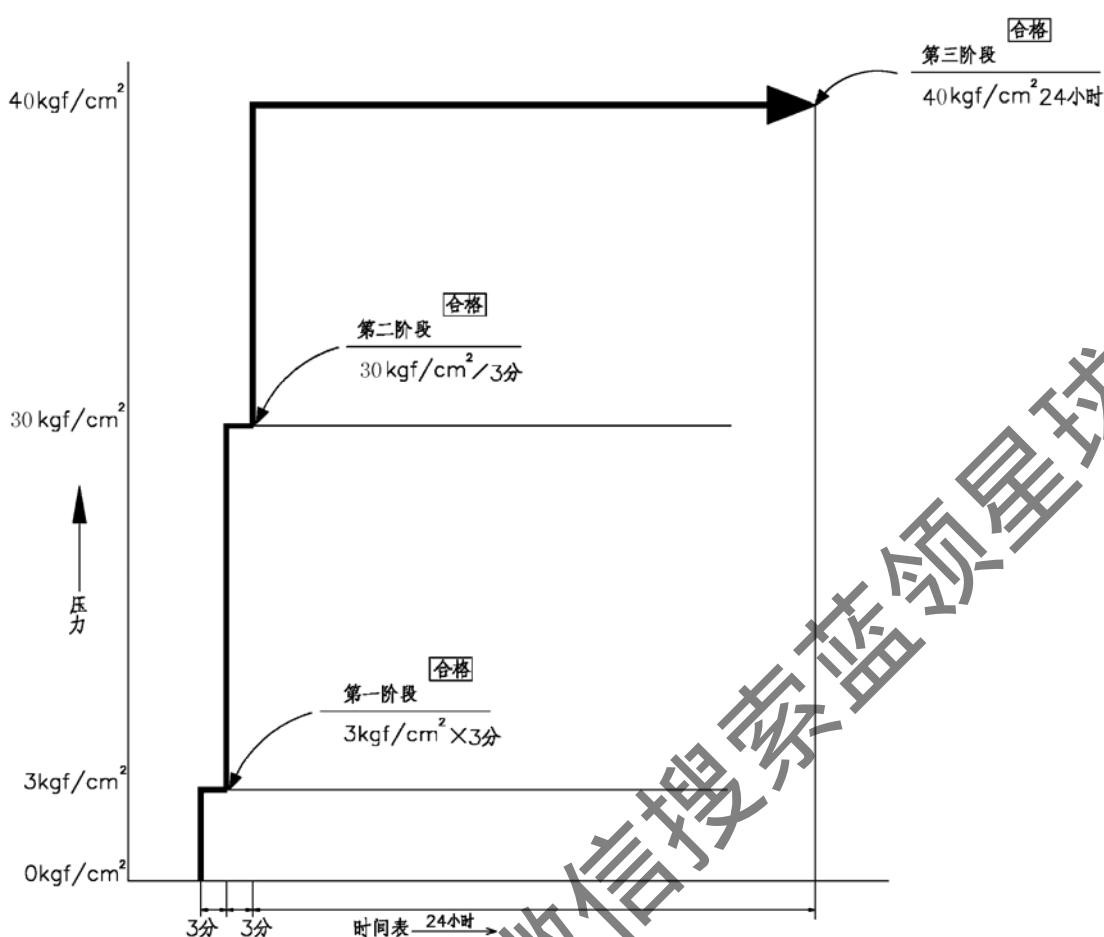

图 68: 气密性实验加压分段控制图
- b) 加压要进行分阶段加压, 加压分段控制如下图 68 所示;